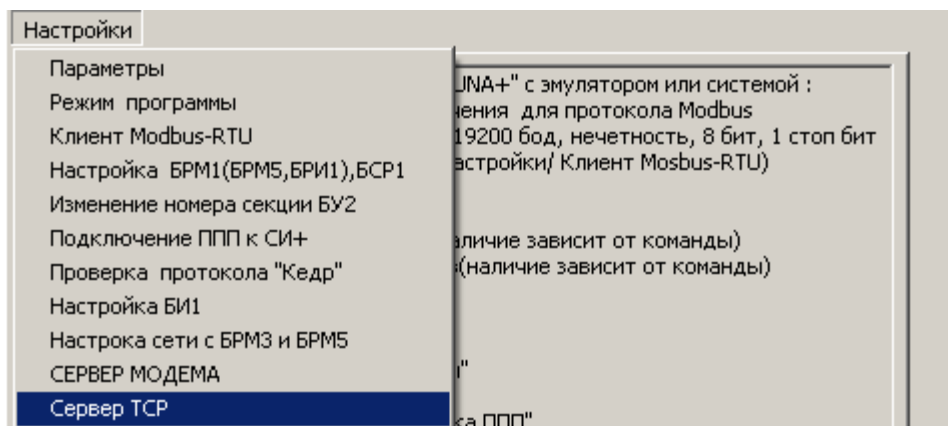

Рисунок 7.59
7.8.2.2 В меню настройки выбрать опцию «Сервер TCP» (рисунок 7.59). В результате активируется форма «TCP/IP», представленная на рисунке 7.60.